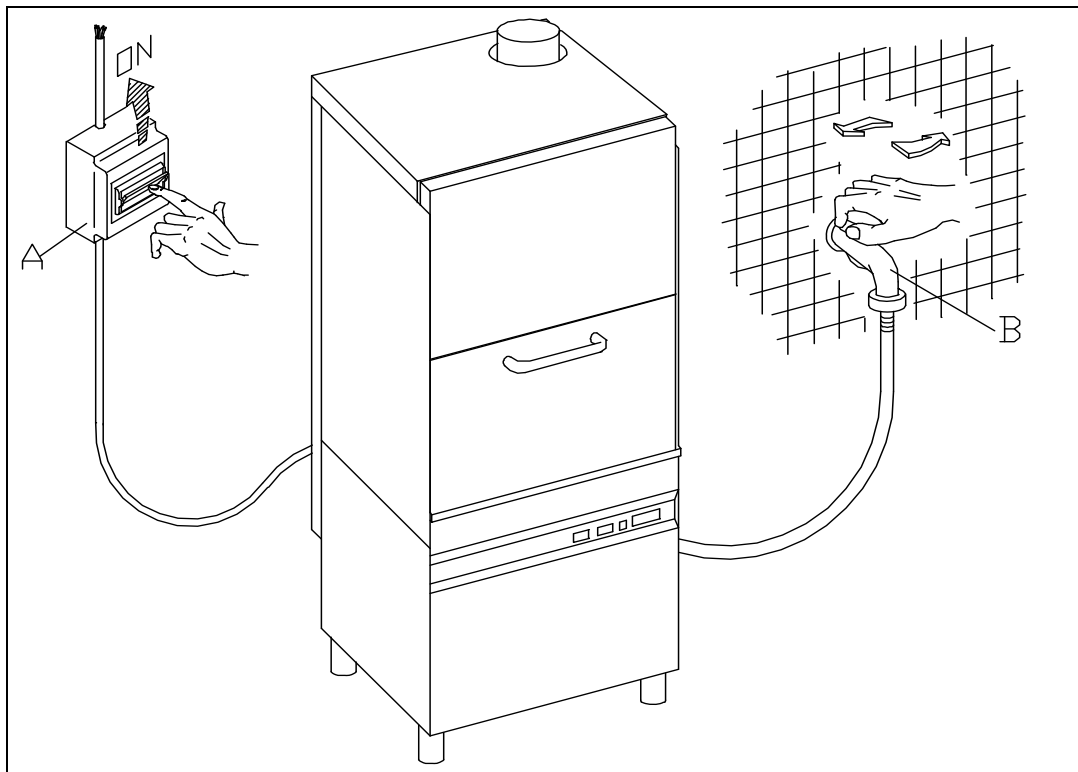

Рис. 3-1
- Откройте водопроводный кран (B) и включите главный выключатель (A). Поверните выключатель ВКЛ (1) прибора. Загорится световой индикатор (A), указывая, что машина подключена к электросети. После чего начнется наполнение водой бойлера и затем бака. После наполнения прибора водой нагревательные элементы бойлера и бака поочередно активируются в автоматическом режиме. Когда температура, показанная на термометрах (T1) и (T2), достигает температуры, заданной на термостатах бака и бойлера, прибор готов к запуску программы мойки. (рис.3-1÷3-2)
- Turn on the water tap (B) and switch on the master switch (A). Turn the appliance ON switch (1), which will cause the warning light (A) to illuminate, indicating that the machine is live. To show that the appliance is live and the boiler and the tank are filled with water. When the appliance has been filled with water the boiler and tank heating elements are automatically activated in alternation. When the temperature shown on the thermometers (T1) and (T2) reaches the temperature set on the thermostats of the tank and the boiler, the appliance will be ready to start the washing programme. (fig.3-1÷3-2)
- Öffnen Sie den Wasserhahn (B) und schalten Sie den Hauptschalter (A) ein. Schalten Sie den Hauptschalter des Geräts (1) ein. Die Kontrollleuchte (A) leuchtet auf und zeigt an, dass die Maschine unter Spannung steht. Dadurch wird das Laden des Wassers in den Kessel und dann in den Tank gestartet. Am Ende des Wasserladevorgangs werden die Heizelemente des Tanks und des Wechseltanks automatisch eingefügt. Sobald die von den Thermometern (T1) und (T2) angezeigten Temperaturen die auf Thermostaten, Tank und Tank (Boiler) eingestellten Temperaturen erreicht haben, kann das Gerät mit dem Waschen beginnen. (fig.3-1÷3-2)
- Ouvrir le robinet de l'eau (B) et insérer l'interrupteur général (A). Ouvrir l'interrupteur principal de l'appareil (1), le voyant (A) s'allumera ce qui signifie que la machine est branchée. Le réservoir d'eau commence à être alimenté et que la cuve le sera ensuite elle aussi. A la fin de l'opération d'alimentation en eau, les éléments chauffants du réservoir et de la cuve entreront automatiquement en fonction en alternance. Une fois que la température affichée par les thermomètres (T1) et T2 aura atteint les températures affichées sur les thermostats du réservoir et de la cuve, on pourra faire démarrer un programme de lavage. (Fig.3-1÷3-2)
- Abra el grifo del agua (B), conectar el interruptor general (A). Activar el interruptor principal del aparato (1); el encendido de la luz testigo (A) indica que la máquina está en tensión: empieza a llenarse de agua el tanque y a continuación se llena la cuba. Al final de la carga del agua se conectan automáticamente las resistencias del tanque y de la caldera en la alternación. Cuando las temperaturas que indican los termómetros (T1) y (T2) alcancen los valores prefijados en los termostatos de tanque y la caldera, el aparato estará listo para empezar el lavado. (fig.3-1÷3-2)
- Abrir a torneira de água (B), acionar o interruptor geral (A). Acionar o interruptor principal do aparelho (1), a luz (A) se acende evidenciando que a máquina esta sob tensão; iniciará então o enchimento de água no reservatório e sucessivamente na cuba. Ao final da operação de enchimento de água, automaticamente funcionarão as resistencias do reservatório e da cuba na alternação. Uma vez que as temperaturas visualizadas dos termómetros (T1) e (T2) atingirem os níveis ideais, nos termostatos da cuba e do reservatório (Boiler), o aparelho estará pronto para iniciar a lavagem. (fig.3-1÷3-2)
- Open de waterkraan (B), zet de hoofschakelaar (A) aan. Schakel de hoofschakelaar van het apparaat in (1), het waarschuwinglampje (A) gaat branden om aan te geven dat de machine onder spanning staat. Wanneer de deur gesloten is, vult het apparaat zich met water en aan het einde van de lading worden de verwarmingselementen van de tank en de ketel afwisselend automatisch ingebracht. De werking van de weerstanden wordt zichtbaar gemaakt door de verlichting van de lichten (D) en (E). Wanneer beide lichten uitgaan, heeft het water de ingestelde temperaturen bereikt en is het apparaat klaar om met wassen te beginnen. (Afb. 3-1 - 3-2)
- По завершении цикла забора воды откройте дверцу (I), разместите полную корзину (L) и закройте дверцу (I). Выберите соответствующий цикл мойки, нажав кнопку (2); для цикла 1 загорится индикаторная лампа (B), для цикла 2 загорится индикатор (C). Затем нажмите кнопку ЗАПУСК (3) и запустите цикл мойки, обозначенный световым индикатором (D). По завершении цикла световой индикатор погаснет. Чтобы выключить прибор, поверните выключатель (1) в положение (0). Световой индикатор (A) указывает, что прибор выключен. (рис.3-1÷3-2).
- When the water intake cycle is complete, open the door (I), position the full basket (L) and close the door (I). Select the appropriate washing cycle by pressing button (2); pilot lam (B) lights up for cycle 1; (C) lights up for cycle 2. Now press the START button (3) and the wash cycle displayed by light (D) will start. When the cycle is over, this light goes out. To turn off the appliance, turn the switch (1) to (0). Light (A) indicates the appliance is off (fig.3-1÷3-2).
- Nach erfolgter Füllung die Tür (I) öffnen, den gefüllten Geschirrkorb (L) einsetzen und die Tür (I) schließen. Das Programm durch Drücken des Druckknopfes (2) wählen, wird Programm 1 gewählt leuchtet die Kontrolllampe (B) auf und bei Programm 2 die Kontrolllampe (C). Nach Drücken des START-Druckknopfs (3), beginnt das Spülprogramm, die Kontrolllampe (D) leuchtet auf und am Programmende erlöscht die Kontrolllampe. Um das Gerät auszuschalten, muß der Schalter (1) auf die Position (0) gestellt werden, die Kontrolllampe (A) erlöscht (fig.3-1÷3-2).
- Lorsque le remplissage est terminé, ouvrir la porte (I), introduire le panier (L) plein et fermer la porte (I). Sélectionner ensuite le cycle de lavage en actionnant le bouton-poussoir (2). La lampe-témoin (B) s'allumera pour le cycle 1 et la lampe-témoin (C) s'allumera pour le cycle 2. A ce stade, presser le bouton-poussoir START (3) et le cycle de fonctionnement commencera, visualisé par la lampe-témoin (D). La fin du cycle coïncide avec l'extinction de ce voyant. Pour arrêter la machine, il faudra débrancher l'interrupteur (1) en le ramenant sur la position (0): lampe-témoin (A) (fig.3-1÷3-2).
- Después del llenado, abra la puerta (I), introduzca el cesto (L) carga y cierre la puerta (I). Seleccione el ciclo de lavado por medio del selector (2): para el ciclo 1 se enciende la luz testigo (B), para el ciclo 2 se enciende la luz testigo (C). Pulse ahora START (3) para arrancar el ciclo de trabajo: se enciende la luz testigo (D), que se apagará al final del ciclo. Para apagar la máquina desconecte el interruptor (1) posición 0, luz testigo (A) apagada (fig.3-1÷3-2).
- Após o enchimento abrir a porta (I), colocar o cesto (L) cheio com a louça e fechar a porta (I). Selecionar o ciclo de lavagem apertando o botão (2). Para o ciclo 1 se acende a luz (B) e para o ciclo 2 será a luz (C). A partir deste ponto, acionar o botão START (3) e iniciar o ciclo de lavagem, cujo funcionamento será indicado pela luz (D); ao final do ciclo a luz anteriormente indicada se apagará. Para desligar a máquina basta acionar o interruptor (1) até a posição 0 e assim a luz (A) se apagará (fig.3-1÷3-2).
- Open na het vullen de deur (I), plaats de laadmand (L) en sluit de deur (I). Selecteer de wascyclus door de knop (2) in te drukken; voor cyclus 1 gaat het waarschuwinglampje (B) branden, het waarschuwinglampje (C) gaat branden voor cyclus 2. Druk op dit moment op de START-knop (3) en de werkcyclus die wordt weergegeven door het indicatielampje (D) begint: het einde van de cyclus valt samen met het uitschakelen van dit waarschuwinglampje. Om de machine uit te schakelen, zet u de schakelaar (1) uit door deze naar het (0) indicatielampje (A) uit te draaien. (Afb. 3-1 ÷ 3-3)